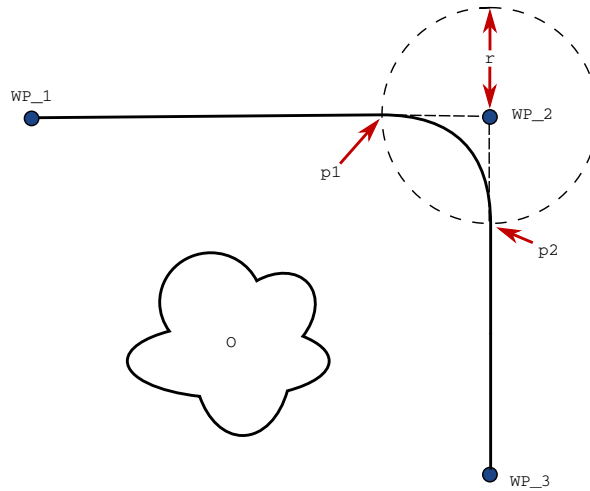

Abbildung 14.3: Blending über WP\_2 mit Radius  $r$ , ursprüngl. Blending-Position bei  $p_1$  und letzte Blending-Position bei  $p_2$ .  $o$  ist ein Hindernis.
**Blend-Parameter** Neben den Wegpunkten beeinflussen mehrere Parameter den Bewegungsablauf im Überblend-Bereich (siehe Abbildung 14.3):